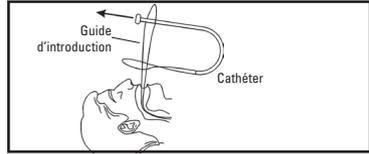

Figure 4
- Faire passer l'extrémité en forme de bouton du cathéter One Step dans la boucle du guide d'introduction, puis tirer l'ensemble du cathéter à travers la boucle (Figure 4).